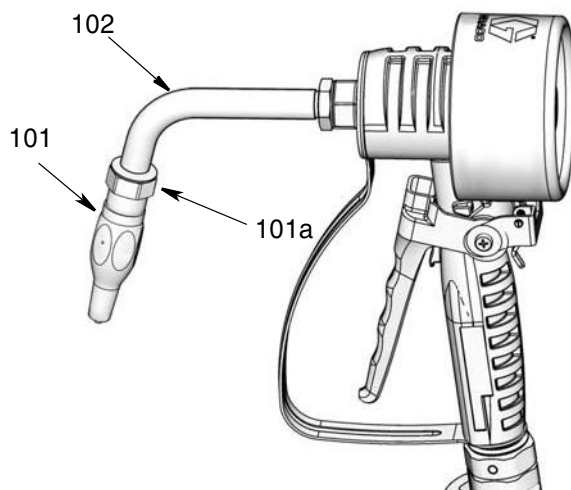

Рис. 7
- а. Накрутите насадку (101) на удлинительную трубку (102), как показано на Рис. 7.
- б. Используйте открытый конец разводного гаечного ключа на лысках втулки насадки (101a) (Рис. 7) для затяжки фитинга.